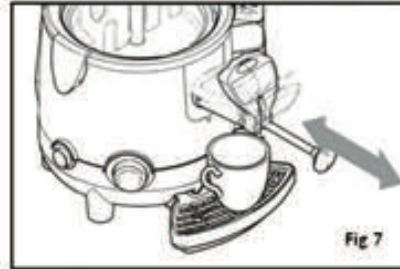

Fig 7
- Se il prodotto da erogare è particolarmente consistente, estrarre l'asta del rubinetto nella posizione massima (Fig. 7).
- Per rimuovere ostruzioni nella linea di erogazione, fare scorrere l'asta avanti e indietro (Fig. 7).